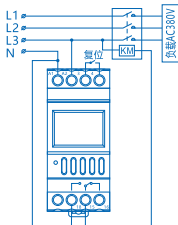

图4 三相控制接线图 (接触器线圈AC220V)
a)控制接触器的线圈电压AC220V 50Hz，接线方式如图4所示；